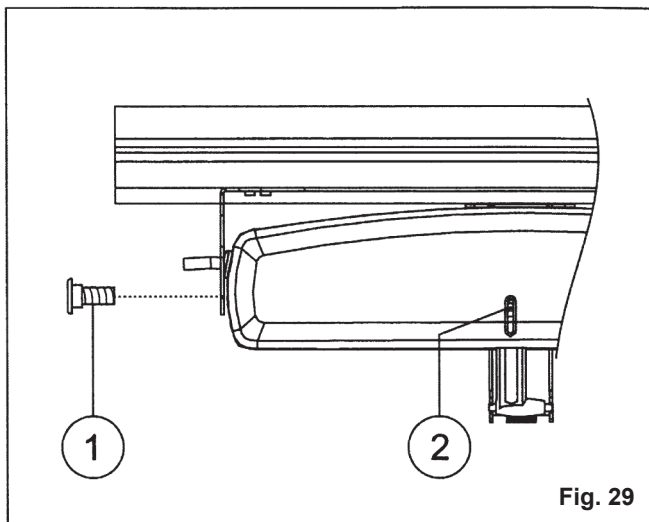

Fig. 29
7) Fig. 29 - Fissare con le due viti in dotazione (Rif. 1) l'attuatore alla staffa di attacco al serramento nella posizione "0" e svitare la vite di regolazione terminale catena;